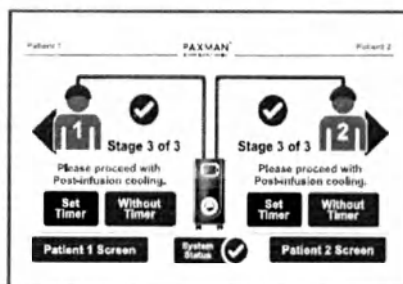

Рис. 37.
- Охлаждение после введения может проводиться как с таймером, так и без него. Рис. 37.